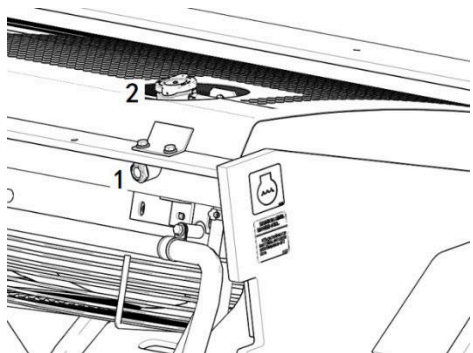

Рисунок 3-4
3. Проверка уровня охлаждающей жидкости в двигателе (Рис. 3-4)